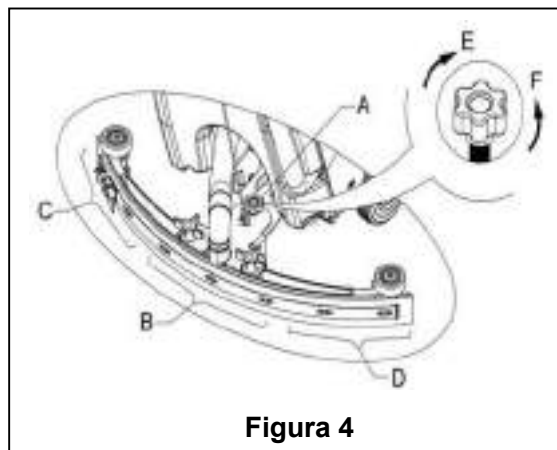

Figura 4
9. Installare il tergilpavimento e fissarlo avvitando la manopola (16). Quindi collegare il tubo di drenaggio (11) al tergilpavimento.
10. Regolare il tergilpavimento per mezzo della manopola di regolazione (A) del tergilpavimento (vd. **Figura 4**).